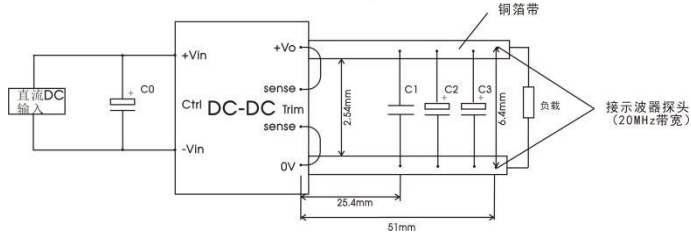

图 1
①遥控脚 (Ctrl)控制引脚的电压是相对于输入-Vin;
②按 0%Io-100%Io 负载条件测试时, 48VDC 输出电压纹波&噪声≤400mV, 其他输出电压纹波&噪声≤300mV, 纹波和噪声的测试方法参见图 1;
③引脚耐焊接温度非烙铁实际设定温度, 为良好焊接焊点所需的温度。客户实际设定温度需根据 PCB 厚度、覆铜大小差异, 烙铁功率、烙铁头选择不同综合设定。
所有该系列的 DC/DC 转换器在出厂前, 都是按照下图 1 推荐的测试电路进行测试。